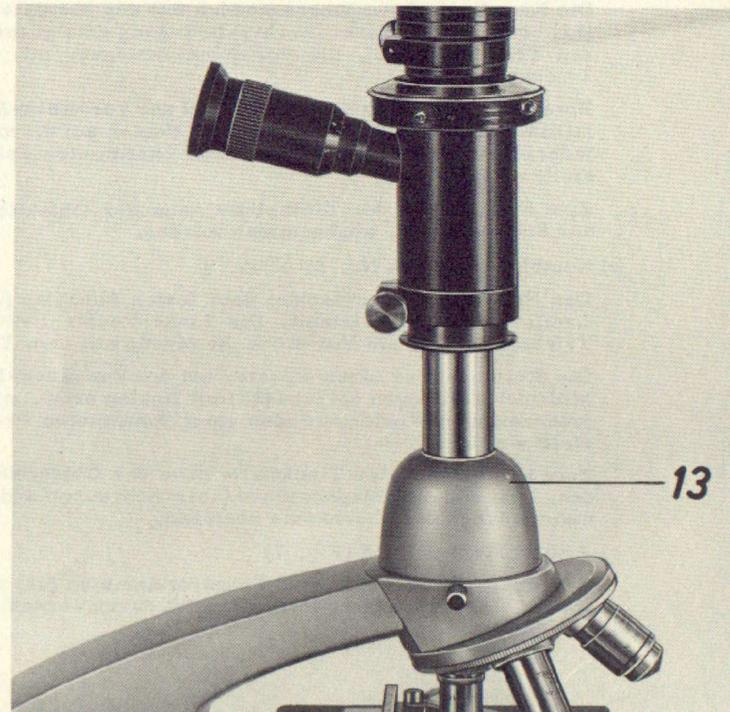

Fig. 4
c) Senkrechter Phototubus (Fig. 4)